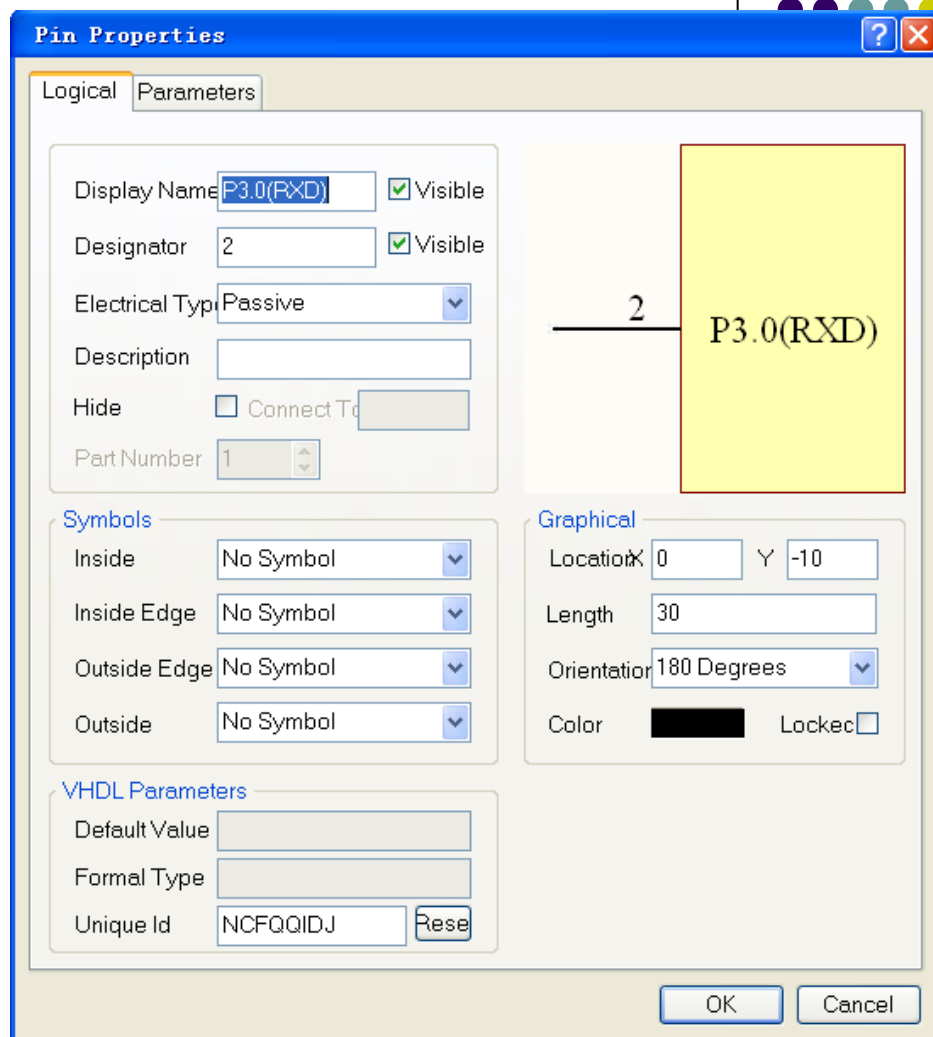

图4-6 放置引脚前设置其属性
- （2）放置之前，按Tab键打开Pin Properties对话框，如图4-6所示。如果设计者在放置引脚之前先设置好各项参数，则放置引脚时，这些参数成为默认参数，连续放置引脚时，引脚的编号和引脚名称中的数字会自动增加。
- (6) Graphical —— 引脚图形（形状）设置
- (7) 本例设置引脚长度（所有引脚长度设置为30mil），并单击OK按钮。
- (8) 当引脚‘悬浮’在光标上时，设计者可按Space以90°间隔逐级增加来旋转引脚。记住，引脚只有其末端具有电气属性也称热点（Hot End）如图 4-6 所示，也就是在绘制原理图时，只有通过热点与其它元件的引脚连接。不具有电气属性的另一末端毗邻该引脚的名字字符。